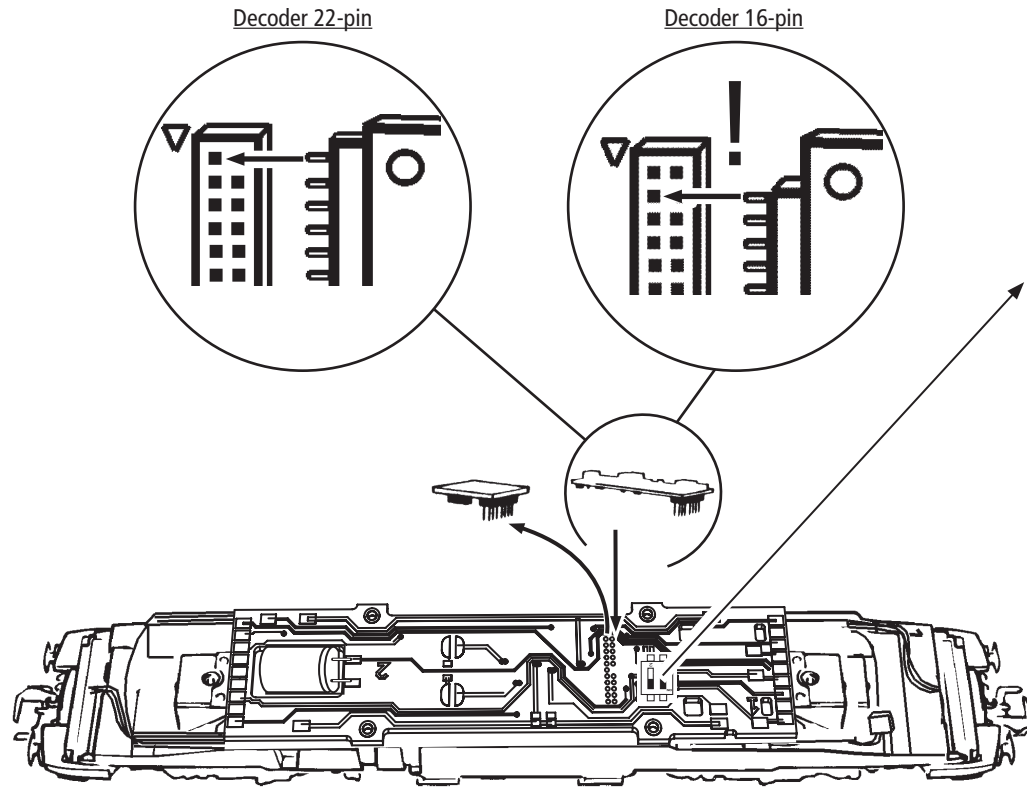

Fig. 7
2. Schmierung: Versehen Sie die im Schmierplan in Fig. 7 gekennzeichneten Stellen mit nur **kleinen Öltropfen**. Dazu zuerst das Lokgehäuse abnehmen (Fig. 4). Wir empfehlen den **ROCO Öler Art.-Nr. 10906**. Fürs Schmieren der Getriebeteile (Zahnräder, Schnecke) empfehlen wir das **ROCO-Spezialfett Art.-Nr. 10905**. Im Falle der Schmierung diese Teile **nicht ölen**.
2. Lubrication: Apply **tiny oil drops** to spots marked in fig. 7. Prior to lubrication dismantle locomotive (fig. 4). We recommend using item no. **10906, Roco oiler**. For lubrication the gearparts (e.g. cogwheels, worm) we should recommended our Roco **special grease** (item no. **10905**). **Attention:** Please do not oil these parts when using our grease.
2. Graissage: N'appliquez **qu'une toute petite goutte** aux endroits indiqués par le plan de graissage (fig. 7) après avoir démonté la caisse de la locomotive (fig. 4). Nous vous recommandons **le graisseur à huile Roco réf. 10906**. Pour graisser les engrenages (roues dentées, vis sans fin) nous vous conseillons la **graisse spéciale Roco réf. 10905** pour engrenages en matières synthétiques. Lorsque vous utilisez cette graisse il faut éviter d'huiler ces composants.